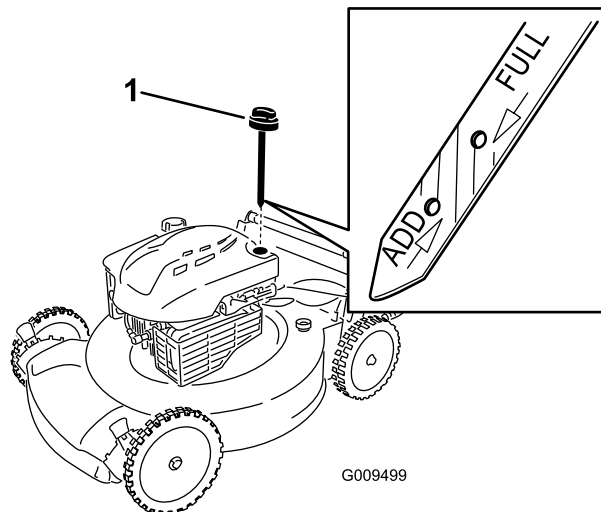

Figura 21
6. Retire la varilla del tubo de llenado de aceite (Figura 21).